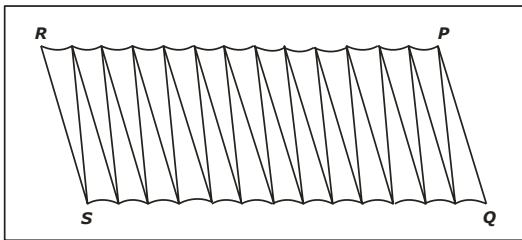
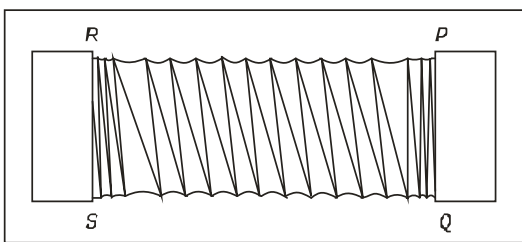

Abb. 6
Abb. 7
4. Die letzte Lösung ist sehr wichtig! Die ersten drei Methoden sollen, wegen der unterschiedende Schlauchstruktur vom Fabrikant ausgeführt werden. Die letzte Methode kann, ohne die Struktur des Schlauches zu ändern, von den Kunden ausgeführt werden. Weil der Schlauchwiderstand gegen Druck von der letzten Methode sehr beeinflusst wird, werden wir das "Wie und Warum" erklären. In Abbildung 6 ist der Schlauch dem Dominoeffekt unterworfen.
Normalerweise werden P, Q, R und S an das Hauptluftaufbereitungs-system befestigt. Deshalb soll P sich genau über Q befinden. Das gilt auch für R und S. In Wirklichkeit sollte den Schlauch in Abbildung 6 wie in Abbildung 7 montiert sein.